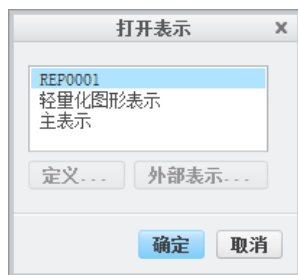

图 3.11.13 “打开表示”对话框
(1) 在工具栏中单击“新建”按钮 ，系统弹出“新建”对话框。
(2) 在“新建”对话框的 **类型** 区域中选中  **绘图** 单选项，在 **名称** 文本框中输入工程图文件名 rib，取消选中 ☐ **使用缺省模板** 复选框，即不使用默认模板，单击 **确定** 按钮，系统弹出“新建绘图”对话框。
(3) 选取工程图模板或图框格式。在系统弹出的“新建绘图”对话框 **默认模型** 区域中接受系统的默认选择（模型 RIB.PRT）；在 **指定模板** 区域中选中 ☒ **空** 单选项；在 **方向** 区域中选取“纵向”；在 **标准大小** 下拉列表选取 **A4** 选项；单击 **确定** 按钮，进入工程图环境。
Step4. 在系统弹出的图 3.11.13 所示的“打开表示”对话框中选取简化表示 **REP0001** 选项，单击 **确定** 按钮，关闭对话框。